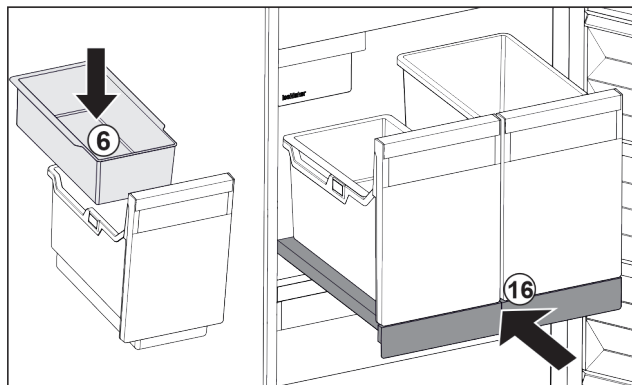

Fig. 130
- ▶ Sätt in det hängande facket Fig. 130 (6) för istärningar.
- ▶ Skjut in utdragshyllan med behållare (IceTower). Fig. 130 (16)